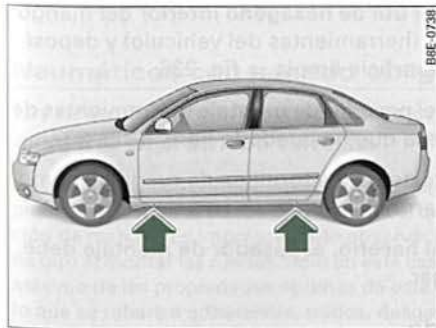

Fig. 234 Cambio de rueda: Puntos de apoyo del gato
- Busque en el larguero inferior el **punto de alojamiento** más cercano a la rueda pinchada ⇒ fig. 234 -flechas-.
En el larguero inferior van marcados los lugares en los que se puede apoyar el gato ⇒ fig. 234 -flechas-. Se ha previsto *un* lugar para cada rueda. El gato no debe colocarse en otros lugares.